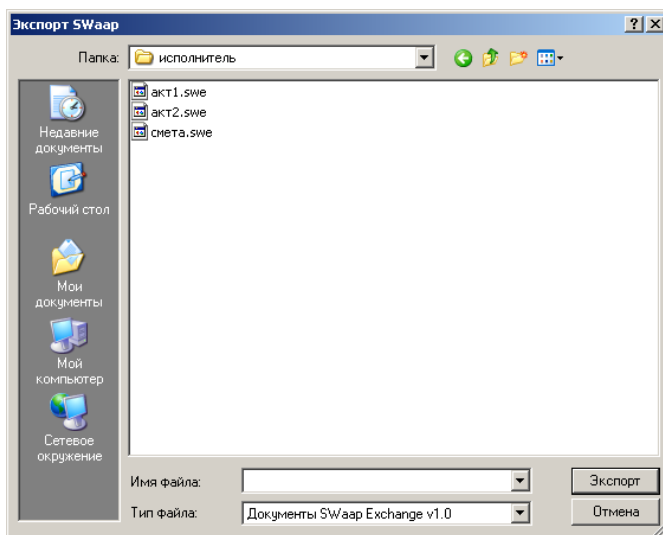

Рис. 6.3 Диалоговое окно «Экспорт SWaap».
5. В открывшемся окне «Экспорт SWaap» (Рис. 6.3) задайте наименование сохраняемого файла.